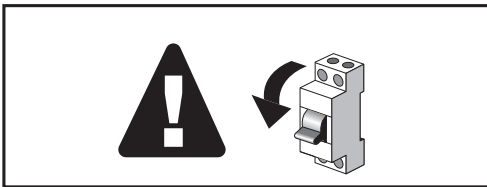

Рисунок 1: Сетевой выключатель
1. Отключите сетевое питание (Рисунок 1).